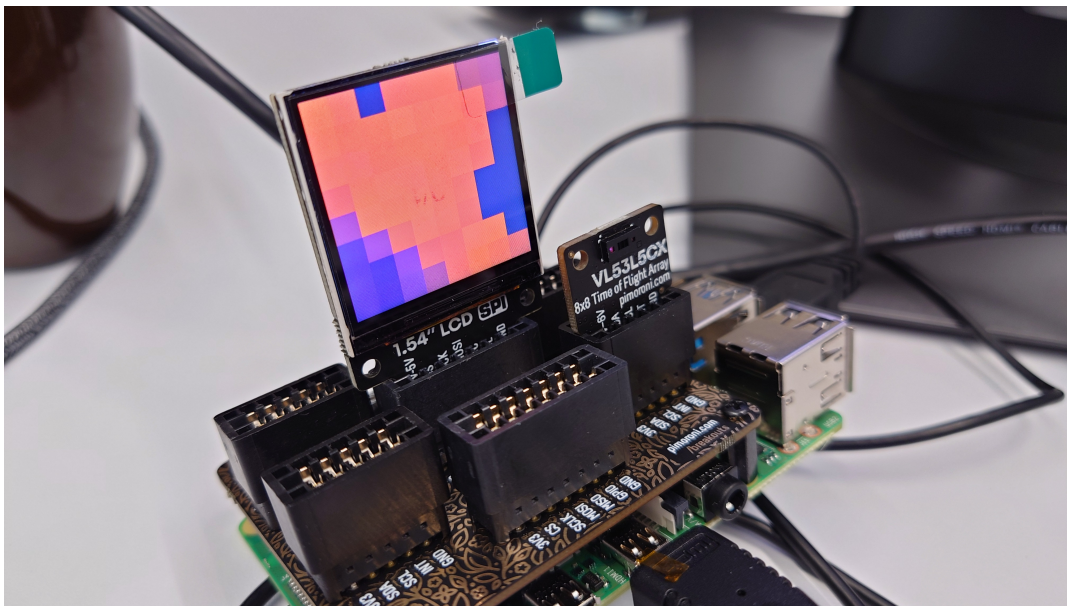

Abb. 3: Aufbau der Versuchsanordnung für die Distanzmessung mit dem LCD Bildschirm montiert im dem *hinteren* SPI Slot
- Kontrolliere, ob der Raspberry Pi den *Breakout Garden HAT* mit den 2 SPI Anschlüssen und 4 I2C Anschlüssen bestückt ist (Abb. 3).
- Montiere den Bildschirm im hinteren SPI Slot des *Breakout Garden HAT*s wie in Abb. 3, da er sonst die Messung des VL53L5CX Sensors verdeckt.